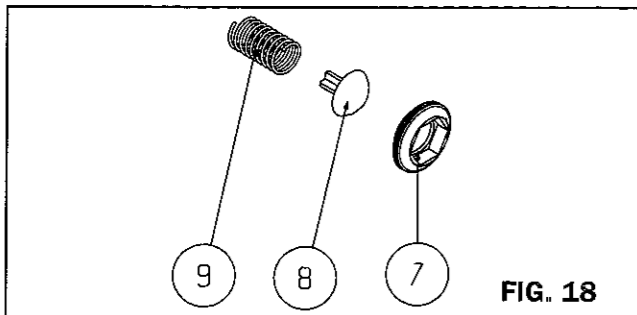

FIG. 18
**By-pass automatico circuito riscaldamento** (vedi fig. 18) E' composto dai seguenti componenti: